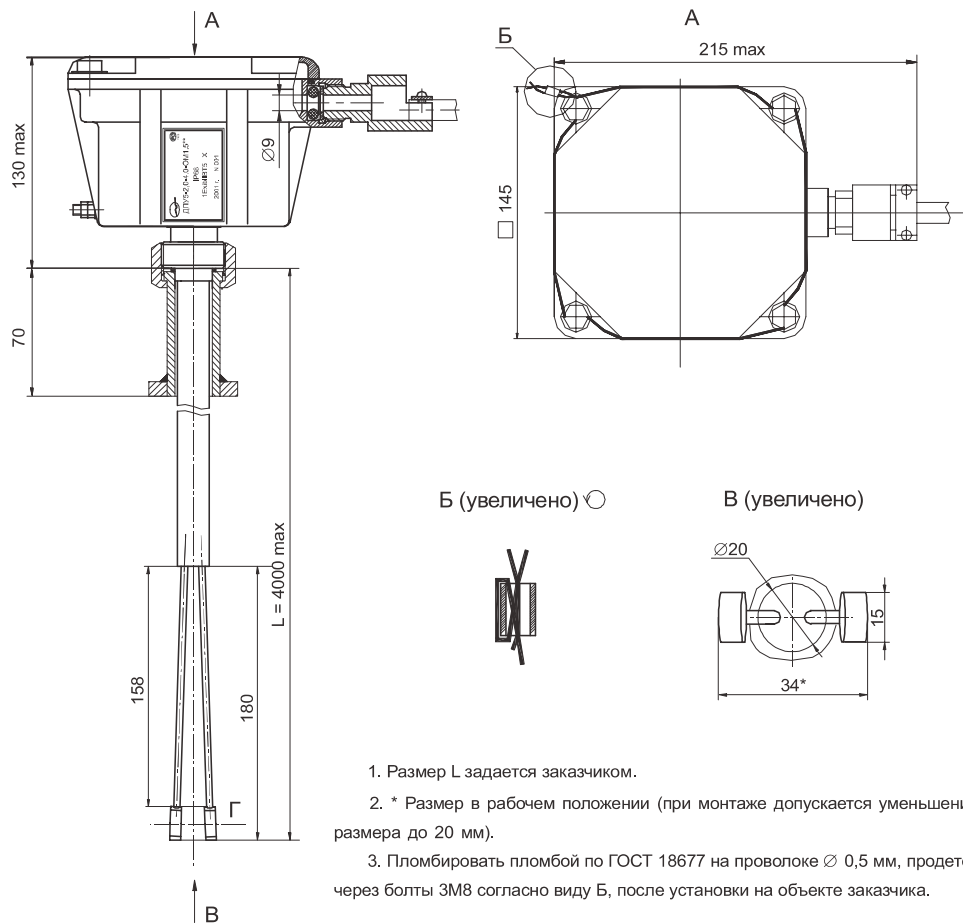

Рисунок I.2.1 – Габаритные размеры датчика ДПУ5
4.2 Номинальный вынос чувствительной зоны датчика (см. рисунок I.2.1, размер L) – от 0,25 до 4,0 м (определяется длиной штанги, соединяющей узел приемо-передающий (УПП) с корпусом первичного преобразователя (ПП), и задается при заказе).
4.3 Срабатывание датчика гарантированно происходит при нахождении уровня в пределах УПП. Фирма-изготовитель настраивает уровень срабатывания в пределах ± 10 мм от осевой линии Г (см. рисунок I.2.1) УПП.